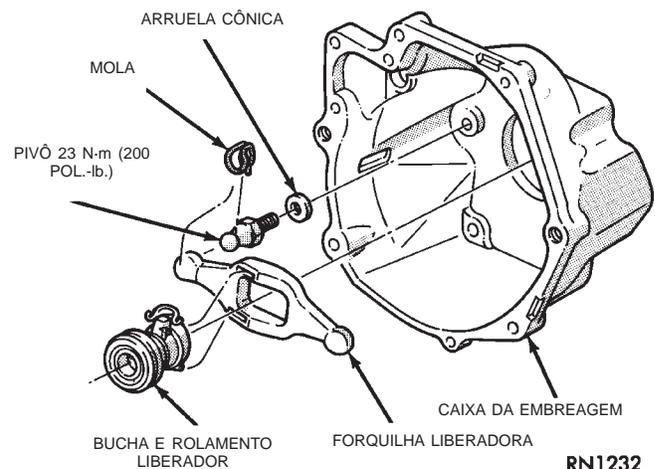

Fig. 5 Montagem da Forquilha e do Rolamento Liberadores
(1) Remova a transmissão. Consulte o Grupo 21, "Transmissão e Caixa de Transferência", para obter os procedimentos adequados.
(2) Desconecte o rolamento liberador da forquilha e remova o rolamento (Fig. 5).
(1) Inspeção a superfície de deslizamento do retentor do rolamento dianteiro da transmissão. Substitua o retentor se a superfície deslizante estiver marcada, gasta ou rachada.
(2) Inspeção a forquilha liberadora e o pivô da forquilha (Fig. 5). Certifique-se de que o pivô esteja fixo e em boas condições. Certifique-se de que a forquilha não esteja distorcida ou gasta. Substitua a mola do retentor da forquilha liberadora, se estiver torta ou danificada de alguma forma.